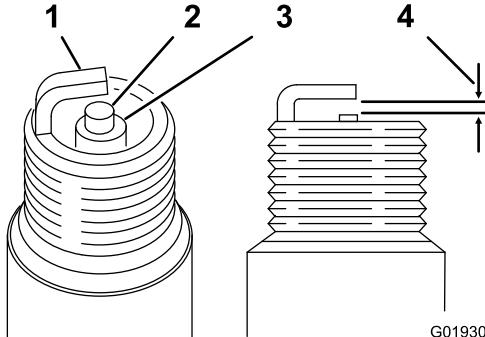

图34
3. 如图34 所示将空隙设定为 0.60.7mm。安装已设定正确空隙的火花塞上紧扭矩至 23N·m。